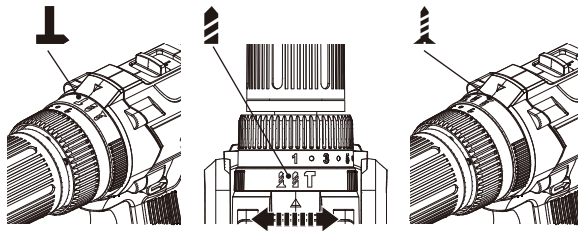

Fig. 7
Estão disponíveis três modos de trabalho nesta ferramenta: perfuração, aparafusamento e perfuração de impacto. Para seleccionar qualquer um dos três modos, rode o anel de selecção da função (14), para alinhar a seta com o ícone da broca/porca/martelo na caixa. (Fig. 7).